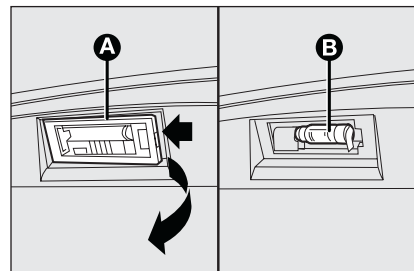

fig. 31
- agire nel punto indicato dalla freccia e rimuovere il trasparente **A**-fig. 31;